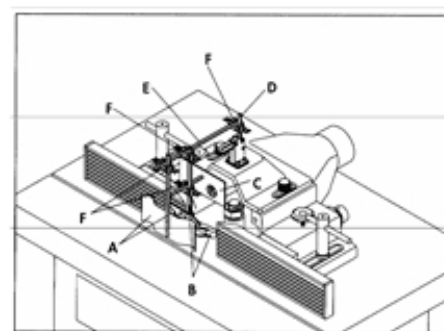

Рис. 3.25
1. Установите боковой прижим (A) Рис. 3.25, прижимную планку (B) и прозрачную пластмассовую защиту (C) к крепежному стержню (D), расположенному сверху крышки или корпуса упора, используя шток (E) и фиксаторы.
2. Боковой прижим (прижимная пластина упора) (A), прижимную планку (прижимная пластина стола) (B) и прозрачную пластмассовую защиту (C) можно переустановить в верхнее положение, если они не используются, или при настройке станка.